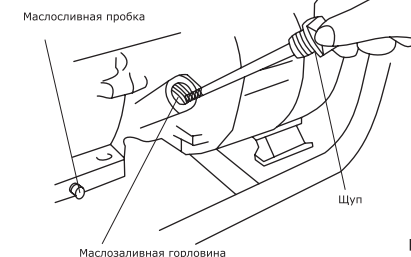

Рис. 5
• Каждый раз перед запуском двигателя генератора и каждые пять часов работы генератора проверяйте уровень масла в двигателе. Поддерживайте уровень масла между отметками Min и Max на масляном щупе или по нижнему краю резьбы маслозаливной горловины. (рис. 5).